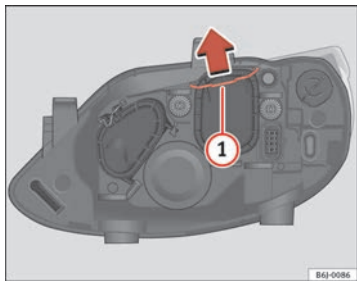

Abb. 135 Abblendlicht
- Die Strebe ⇒ Abb. 135 (1) in Pfeilrichtung verschieben und den Deckel abnehmen.